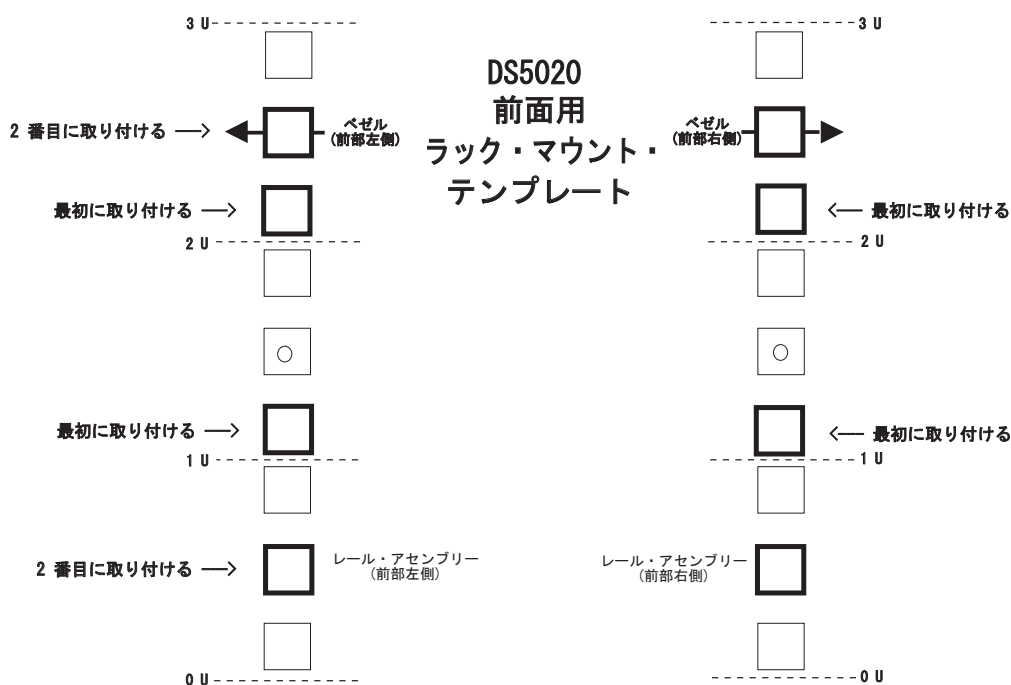
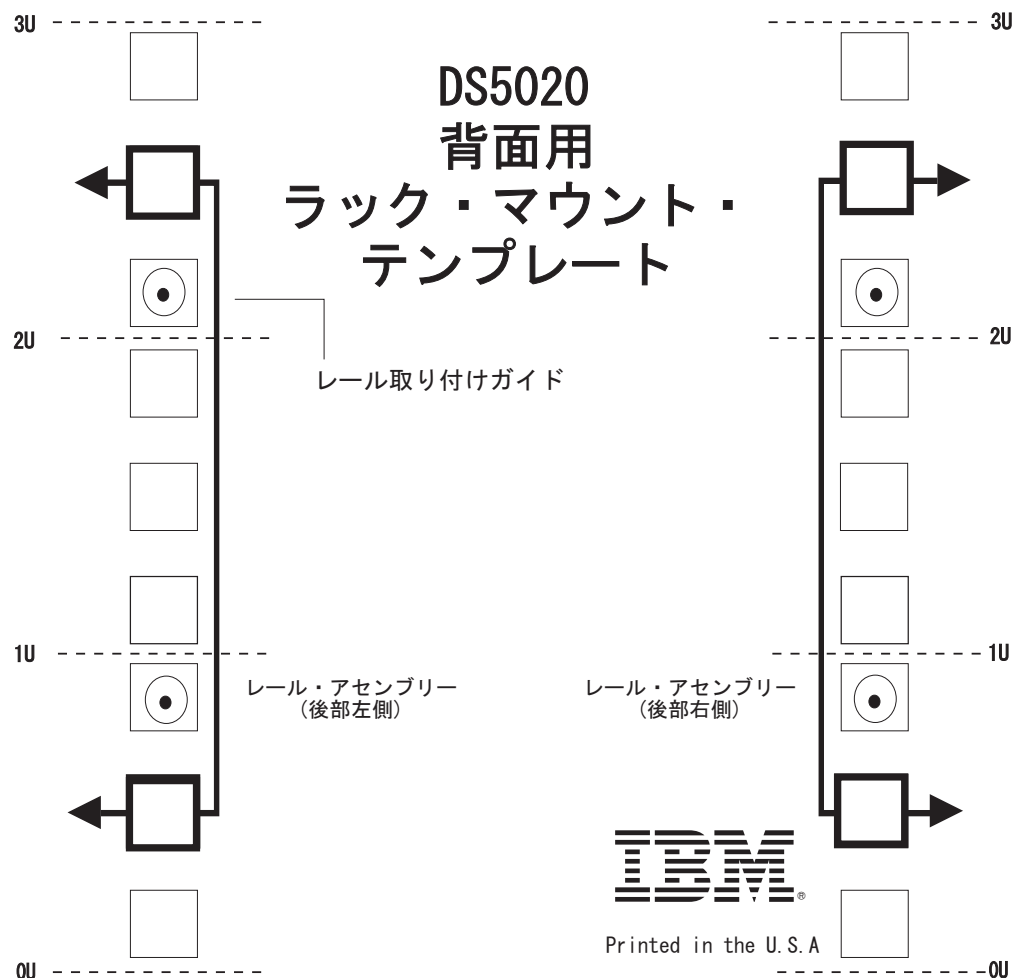

図 13. 前面用ラック・マウント・テンプレート
図 14. 背面用ラック・マウント・テンプレート
サポート・レールと DS5020 ストレージ・サブシステムをラック・キャビネットにマウントする際に M5 ねじを挿入する場合は、次のテンプレート (図 13 および 41 ページの図 14) を使用して、正しい位置を確認してください。テンプレートでは、M5 ねじの位置が強調表示されています。
重要: ラック・マウント・テンプレートの複製コピーは、199 ページの『付録 B. ラック・マウント・テンプレート』に記載されています。テンプレートを本書から切り取る場合は、199 ページの『付録 B. ラック・マウント・テンプレート』のコピーを使用してください。サポート・レールと DS5020 ストレージ・サブシステムをラック・キャビネットにマウントする際に M5 ねじを挿入する場合は、前出のテンプレート (40 ページの図 13 および 41 ページの図 14) を使用して、正しい位置を確認してください。テンプレートでは、M5 ねじの位置が強調表示されています。
- レールのへりの線がストレージ・サブシステムの下部と並んでいます (41 ページの図 14 の 0 U 境界)。
注: 必ず、40 ページの図 13 で最初に取り付ける というラベルが付いているねじを取り付けてください。